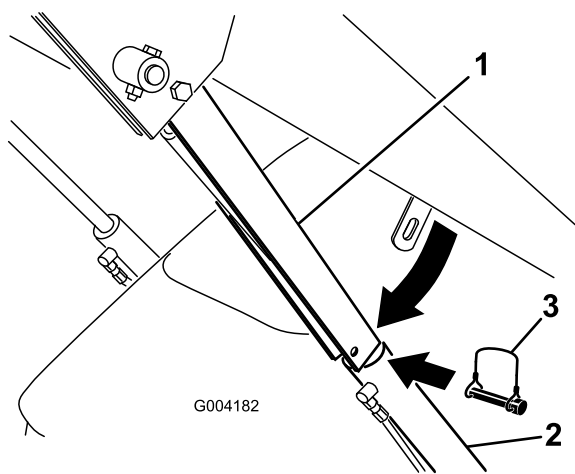

Figure 23
- Enlevez la goupille à anneau qui fixe le dispositif de blocage de vérin au bras de chargeuse (Figure 23).
5. Abaissez le dispositif de blocage sur la tige du vérin et fixez-le en position à l'aide de la goupille à anneau (Figure 23).